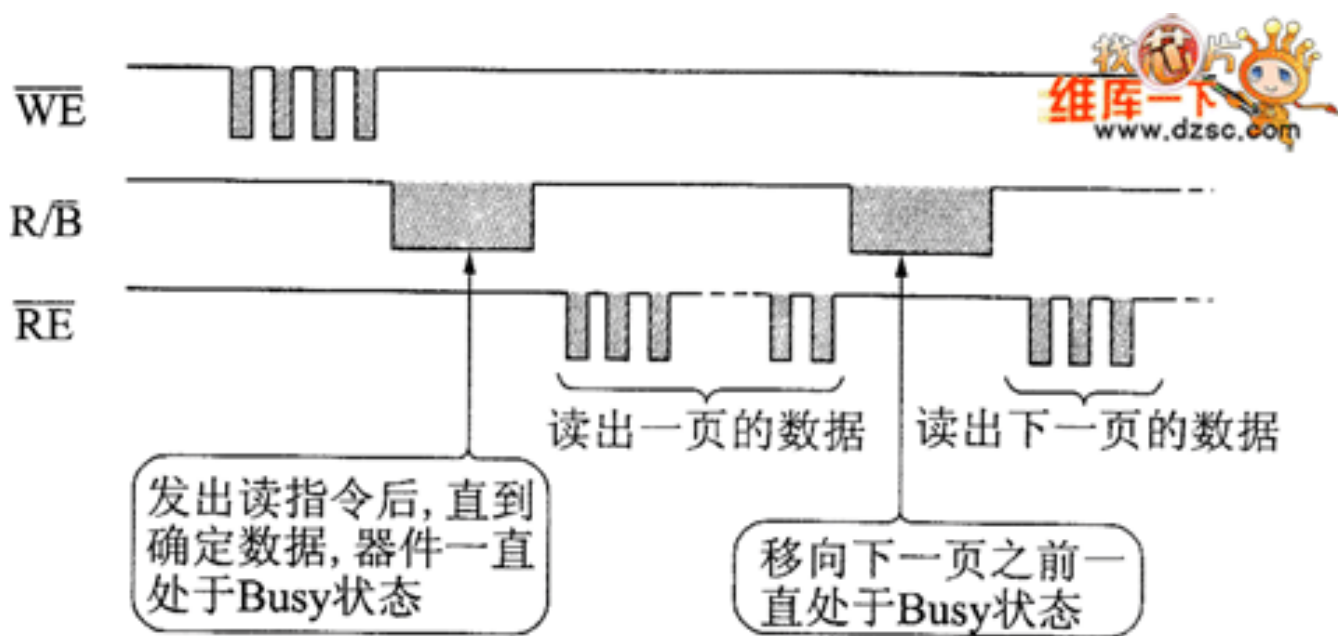

图 5 读操作中的 Busy 状态
如图 5 所示, 当进行读操作时, 在指定地址后到读取最初数据之间以及到达页的结尾部位后。需要一定的时间返回到下一页的起始部分 (顺序读 (3) 的情况下为第 3 部分的起始)。这期间 Busy 信号有效, 需要让来自主机的访问等待。这段时间可以认为是内部一页的数据 (528 字节) 传输到页缓冲器上的时间。